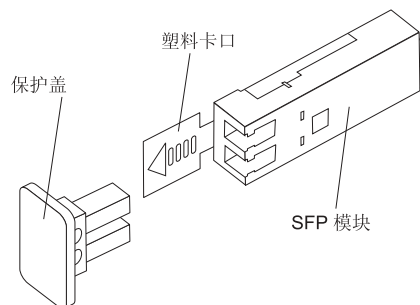

图 17. 小型可插拔 (SFP) 模块
3. 如图 17 所示，将保护盖从 SFP 模块卸下。保存好该保护盖以备将来使用。